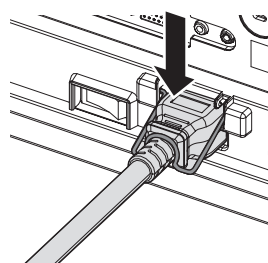

Fig. 4
- 4) Pour fixer le cordon d'alimentation, appuyez sur le support de cordon d'alimentation jusqu'à ce que son extrémité s'enclenche sur le cordon d'alimentation. (Fig. 4)